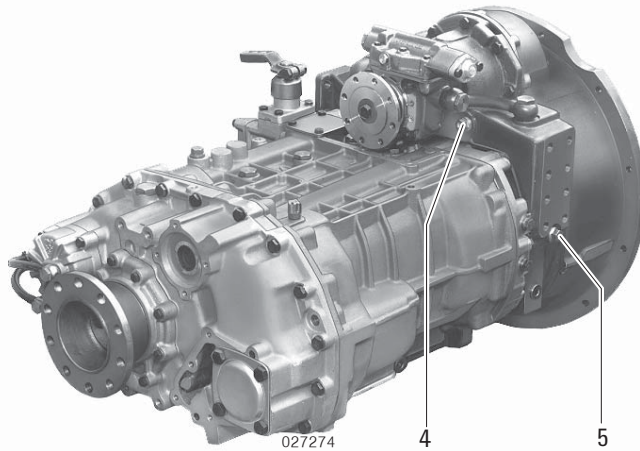

Рис. 11
4.4.1 Коробка передач с зависящим от двигателя дополнительным валом отбора мощности (Рис. 11)